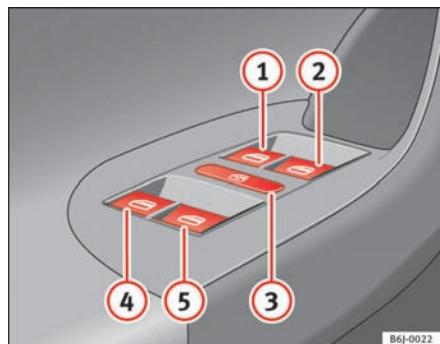

Fig. 48 Udsnit af førerdøren: betjeningssementer til ruderne foran og bagi
Kontakterne ⇒ side 84, fig. 48 ①, ②, ④ og ⑤ har to trin til åbning og to trin til lukning af ruden. Det gør det nemmere at åbne og lukke ruderne til den ønskede position.